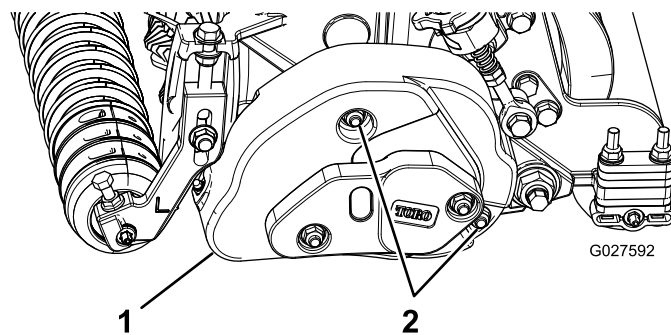

Рисунок 2
1. Выверните 2 фланцевые гайки крепления крышки механической щетки и снимите крышку (Рисунок 2).